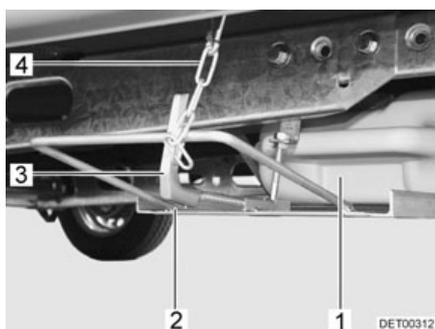

Fig. 162 Réservoir d'eaux usées dans le support sous le véhicule
- Desserrer la chaîne de sécurité (Fig. 162,4).
- Appuyer sur la poignée tournante (Fig. 162,3) vers l'intérieur et la faire pivoter d'un quart de tour dans le sens des aiguilles d'une montre.
- Faire basculer le réservoir d'eaux usées avec le support (Fig. 162,2) vers l'avant et le bas.
- Retirer le réservoir d'eaux usées (Fig. 162,1).